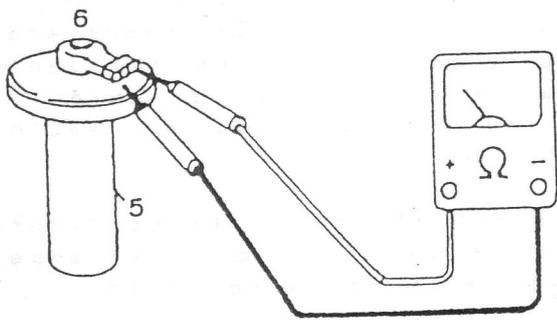
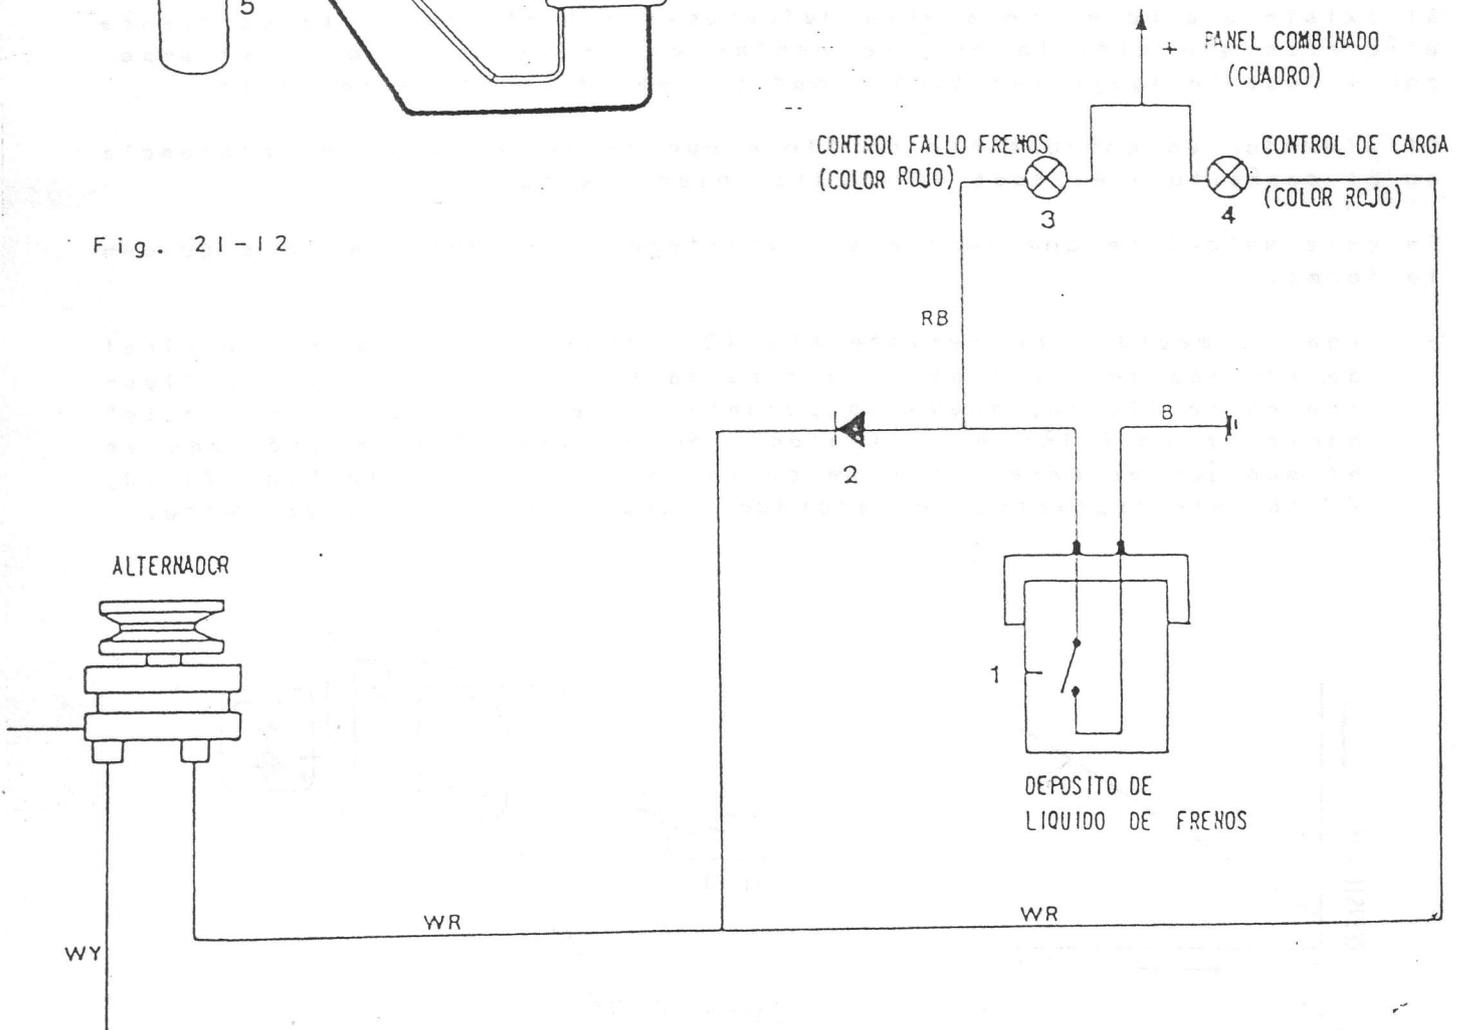

Fig. 21-12
Fig. 21-13
En el tapón del depósito de líquido, (Fig. 21-12) se encuentra situado un flotador (5) y un Interruptor (6). Cuando baja el nivel al punto mínimo, cierra el Interruptor (6) dando paso de corriente a la lámpara de control (3) (Fig. 21-13).